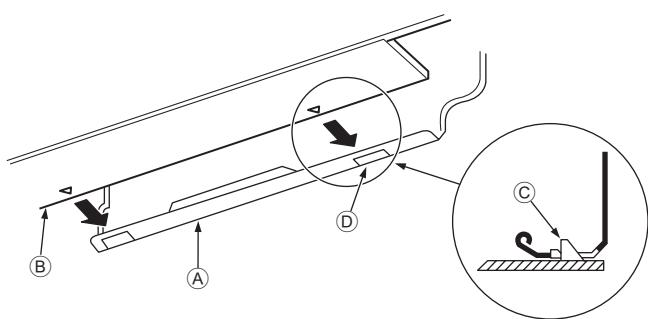

Fig. 3-15
3. 在将致冷剂管和排水管插入墙壁通孔（通管）的同时，将室内机组的上部挂到安装板①上。
5. 将室内机组的下部压到安装板①上以挂牢。（Fig. 3-15）
* 检查确认室内机组底部的突块牢固勾入安装板①。
① 安装板
② 室内机组
③ 勾子
④ 方孔